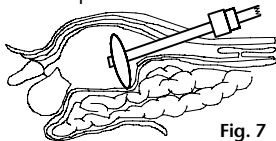

Fig. 7
- Sistema palloncino strutturale*: posizionare il sistema palloncino di modo che sia il rubinetto che la marcatura nera sul tubo del sistema palloncino siano rivolti verso l'alto, ossia in senso opposto alla parete addominale. Solo in questo modo si assicura che il palloncino strutturale sia correttamente posizionato per il sostegno meccanico dello spazio di lavoro peritoneale. Dopo il posizionamento dello strumento collegare la pompa a pallone di insufflazione con il collegamento trasparente al rubinetto in plastica aperto sull'attacco in plastica del tubo guida. Quindi gonfiare cautamente il palloncino mediante la pompa a pallone di insufflazione attraverso il rubinetto di insufflazione rivolto verso l'alto. Per l'insufflazione del sistema palloncino strutturale PAJUNK® azionare la pompa a pallone, a seconda delle condizioni anatomiche e se necessario sotto visione attraverso un endoscopio, per massimo 3-4 volte. L'insufflazione del palloncino determina una dissezione progressiva e l'ancoraggio nello spazio extraperitoneale. (Fig. 7)
Sistema palloncino con ancoraggio ad anello: dopo il posizionamento dello strumento collegare la siringa di riempimento piena d'aria (siringa di riempimento come da tabella in alto) al rubinetto in plastica/alla valvola antiritorno sull'attacco in plastica del tubo guida. Quindi riempire cautamente con aria il palloncino con ancoraggio ad anello premendo lentamente lo stantuffo (volume di riempimento max. secondo la tabella in alto). Al termine del processo di riempimento si raccomanda di chiudere il rubinetto in plastica sull'attacco in plastica (se presente) del tubo guida e di rimuovere la siringa di riempimento dal rubinetto in plastica/dalla valvola antiritorno con lo stantuffo della siringa premuto. Il riempimento del palloncino causa un progressivo gonfiaggio dell'ancoraggio ad anello (Fig. 7).